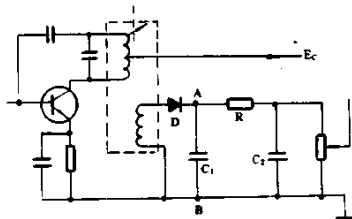

图 2-3-7 检波级电路
(2) 检查检波级：当用干扰法检查音量电位器中心触点，扬声器中有“咯咯”声，就说明低频和功率放大级基本正常。此时应用万用表测量检波二极管输出端到地之间的电阻。如图 2-3-7 所示的 A、B 两点间电阻。正反各测一次，在正常情况下，一次应为 $300\sim 500\Omega$ ；另一次应为 $5\sim 6k\Omega$ 。若两次阻值都太小，则说明检波二极管 C_1 或 C_2 有短路；若两次都太大，表明 D_2 已经开路。
(3) 检查中频放大级：检查中频放大级主要是利用万用表测量晶体管的工作电压和电流。在测量集电极电压正常，但扬声器中无“咯咯”声，这可能是接在集电极的中频变压器次级内部开路；若测量集电极无电压，则可能是中频变压器初级开路。中放和集电极电压正常的情况下，应继续检测发射极电压。如果该电压极低或测不到，则可能是其极上偏置电阻开路、发射极电阻短路。若发射极电压太高就可能是发射极电阻开路引起的。此外，中放管集电极电压太低，即集电极上电流太大，使中放管处于饱和状态，说明中放电容可能有短路。